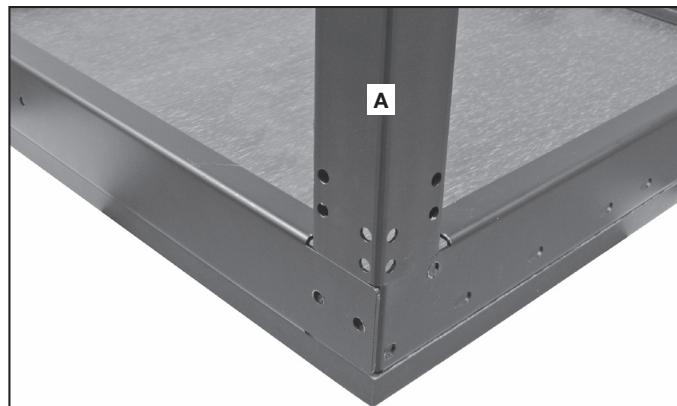

FIG. 1
- Oriente una de las patas como se muestra en (A), Fig. 1. Baje la pata hacia la mesa para que los orificios de la pata coincidan con los orificios de la mesa.